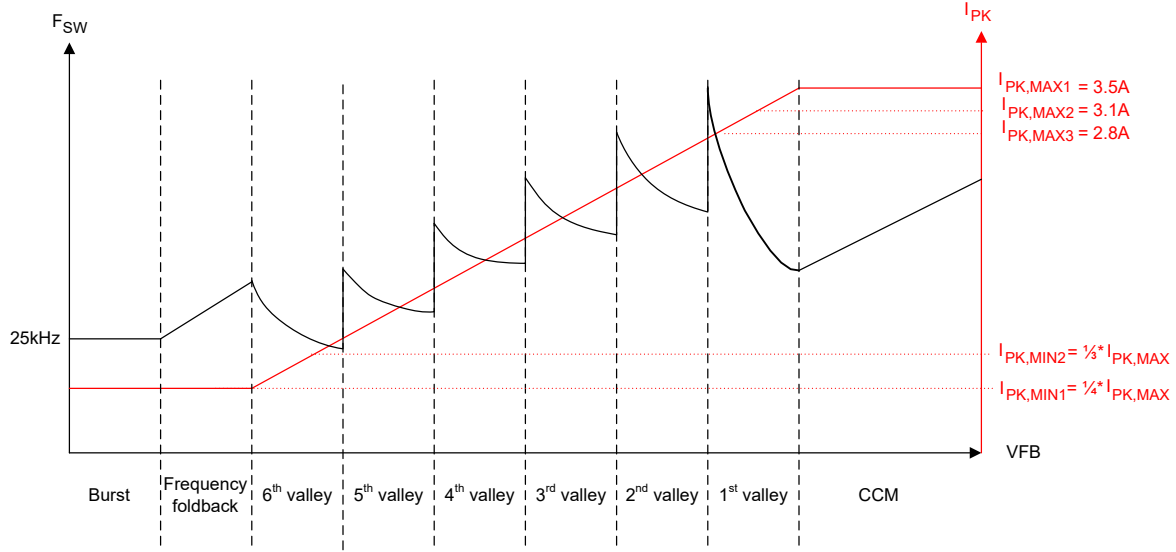
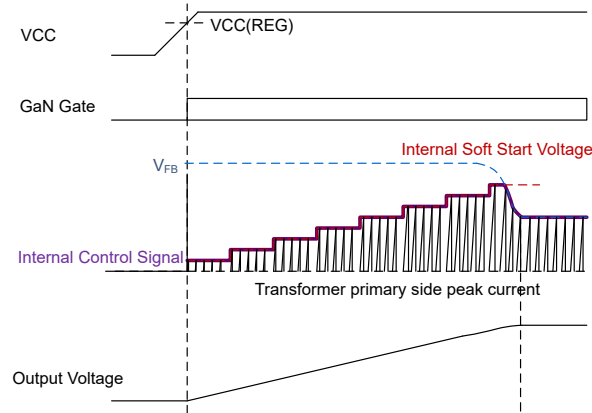

图 7-3. UCG2882x 控制律
图 7-8. 软启动序列
因此，对于 UCG2882x，初级 GaN HEMT 会在每个开关周期达到峰值电流阈值后关断，接着又在非连续模式 (DCM) 运行期间在磁化环的一个目标谷底处导通。瞬时初级峰值电流和目标谷底由反馈 (FB) 引脚电压根据图 7-3 的控制律确定。将 FB 引脚连接到光耦合器集电极。负反馈环路将 FB 引脚电压设置为所需值，以支持输出端的特定 V_{OUT} 和 P_{OUT} 。该器件可在以下四种运行模式之一下运行：突发模式、频率折返模式、谷底开关模式或连续导通模式，如下文所述。
在图 7-3 所示的控制律中，UCG2882x 支持灵活选择最大峰值电流 $I_{PK,MAX}$ ，以优化额定负载下的开关频率以及变压器尺寸。对于每个 $I_{PK,MAX}$ 设置，可对最小峰值电流 $I_{PK,MIN}$ 使用 1/3 或 1/4 的调节率。当反激式转换器在频率折返或突发模式下运行时，该 $I_{PK,MIN}$ 值决定轻负载条件下的开关频率和损耗。对于所有 $I_{PK,MAX}$ 和 $I_{PK,MIN}$ 值，控制律峰值电流与反馈电压的斜率保持不变，如方程式 1 所示。表 7-6 展示了表 7-3 的不同峰值电流设置下不同模式之间和谷底之间转换的阈值电压。
UCG2882x 根据设计可在谷值进行软开关和初级 FET 导通，从而减少开关损耗。该转换器在谷底开关模式下运行，但峰值负载瞬态期间除外，在此期间可以将控制转换为 CCM 模式（在使用 CDX 引脚时启用）。在谷底开关模式下，目标谷底和峰值电流阈值受图 7-3 和方程式 1 的控制律控制：
如图 7-3 所示，一旦随着输出功率的增大而达到第 1 个谷底 QR 运行边界，控制器就会将 I_{PK} 钳位至最大选定值 $I_{PK,MAX}$ ，并开始缩短 CCM 模式下的次级导通时间 T_{OFF} 。 T_{OFF} 的缩短与 FB 引脚电压的增加成正比，直到经过 QR 模式关断时间的 50%，最高达到 QR 模式输出功率输送能力的 1.5 倍。根据应用要求，需要使用一个足够大的初级磁化电感 L_M 来防止在 CCM 模式下达到频率钳位，并避免任何可能增加输出电压纹波的次谐波振荡。对于持续时间较长的输出功率瞬态，转换器在 10ms CCM 计时器到期后返回到第 1 个谷底 QR 模式，并在 QR 模式下运行时，在 QR 模式和 CCM 模式的转换点继续提供尽可能大的输出功率。该器件可根据表 7-5 中的值，通过 CDX 引脚到 GND 之间的电阻器灵活地启用或禁用 CCM 模式运行。
导通后，反激式转换器从 0V 输出电压开始。低电压会导致反馈电压 FB 钳位至其最大值并触发过载保护。为防止出现钳位，UCG2882x 将以软启动模式启动。如图 7-8 所示，在此期间，内部 FB 电压斜坡在 4ms 内，以八个阶跃从 0V 增加到最大值。当 FB 引脚电压等于 $I_{PK,MAX}$ 设置的 80% 时，内部 FB 斜坡达到最大值，该值会随着 I_{PK} 引脚上的不同电阻器设置而变化。在软启动期间，该内部斜坡电压和实际 FB 引脚电压中的较小者用于确定图 7-3